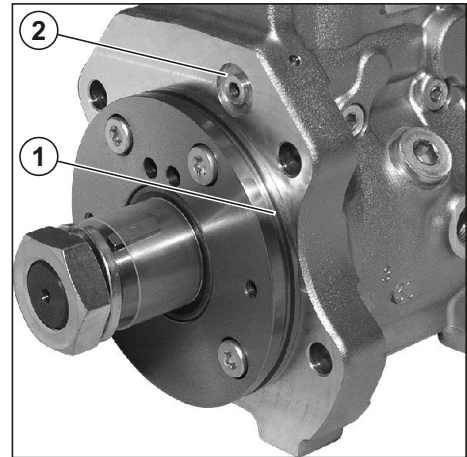

Рис. 108. Установка кольцевых уплотнений насоса топливного.
1. Установить на посадочный фланец насоса топливного (см. Рис. 108) кольцо резиновое (1) (650.1111047), предварительно смазав его маслом.
2. Установить в канавку на фланце прокладку (2) (312384), предварительно смазав ее маслом.